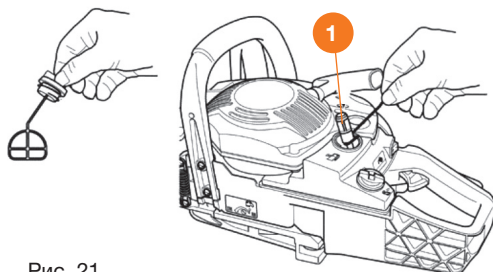

Рис. 21
Топливный и масляный фильтры находятся каждый в своей бачке, своевременно проводите их осмотр и замену. Для этого снимите крышку соответствующего бака и крюком из проволоки извлеките фильтр ❶ (Рис. 21). В случае загрязнения внутренней поверхности бака, промойте его чистым бензином и просушите.